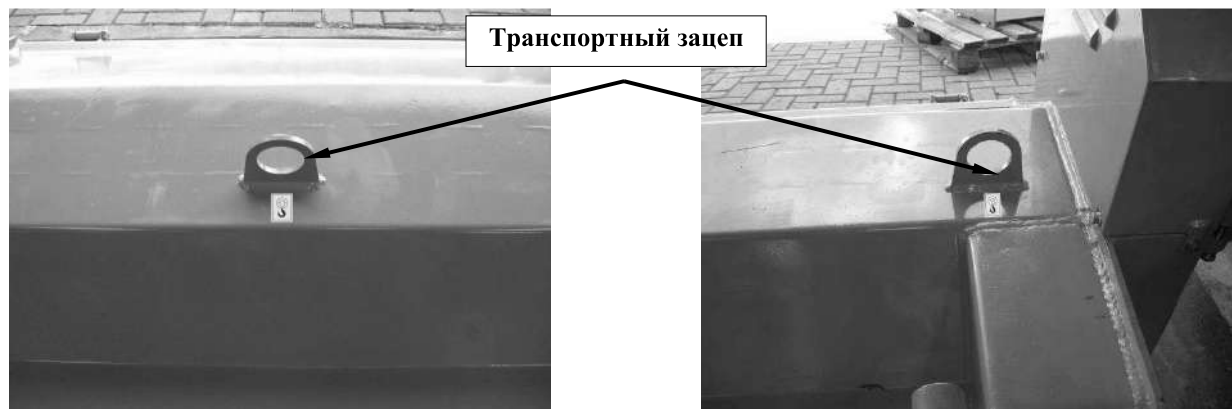

Рис. 6. Транспортные зацепы
- ❑ следует схватывать поднимающими устройствами исключительно места, указанные на машине и обозначенные видом крюка (Рис. 6),